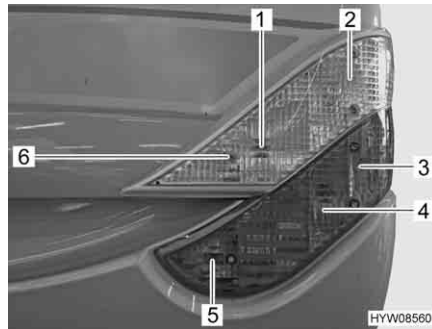

Fig. 196 Luci posteriori (lato anteriore)
- Svitare le sei viti ad esagono cavo (Fig. 196,6)